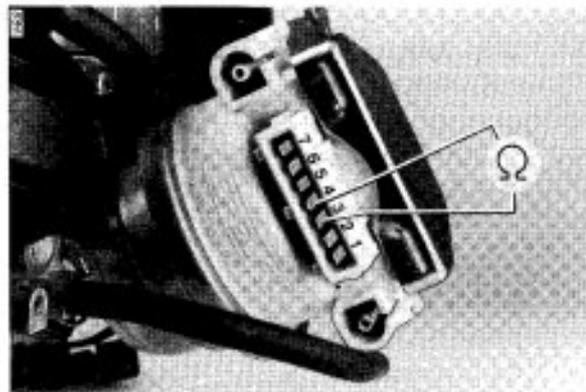

Bild 15
5.3 Potentiometer (Bild 15, 16)
a. Gesamtwiderstand (Bild 15)